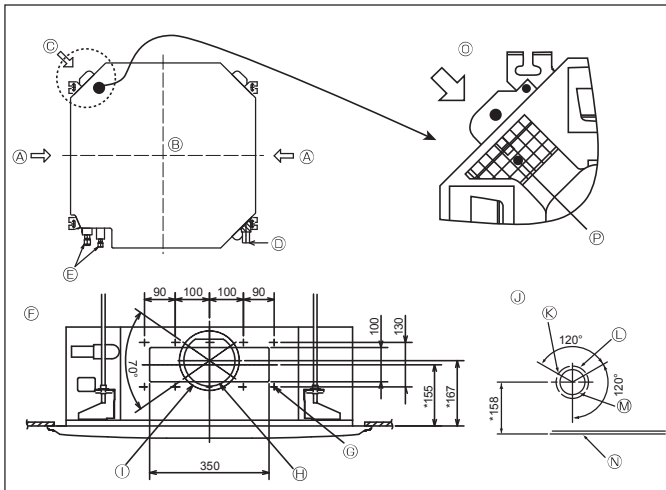

Fig. 3-4
3.4. ท่อแยกและช่องรับอากาศบริสุทธิ์ (Fig. 3-4)
ในเวลาที่จะติดตั้ง ให้ใช้ช่องระบายอากาศ (ตัดออกเป็นช่อง) ตามตำแหน่งที่แสดงไว้ใน Fig. 3-4. เมื่อจำเป็น